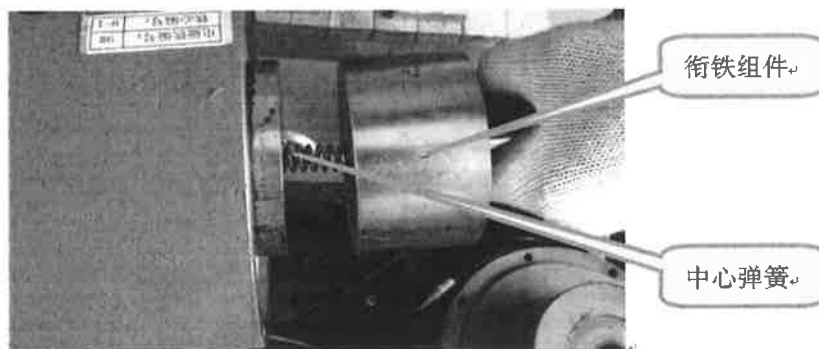

图 9-11
1) 将两个衔铁组件与中心弹簧对中后由电磁铁壳体的体侧装入，见图 9-11；